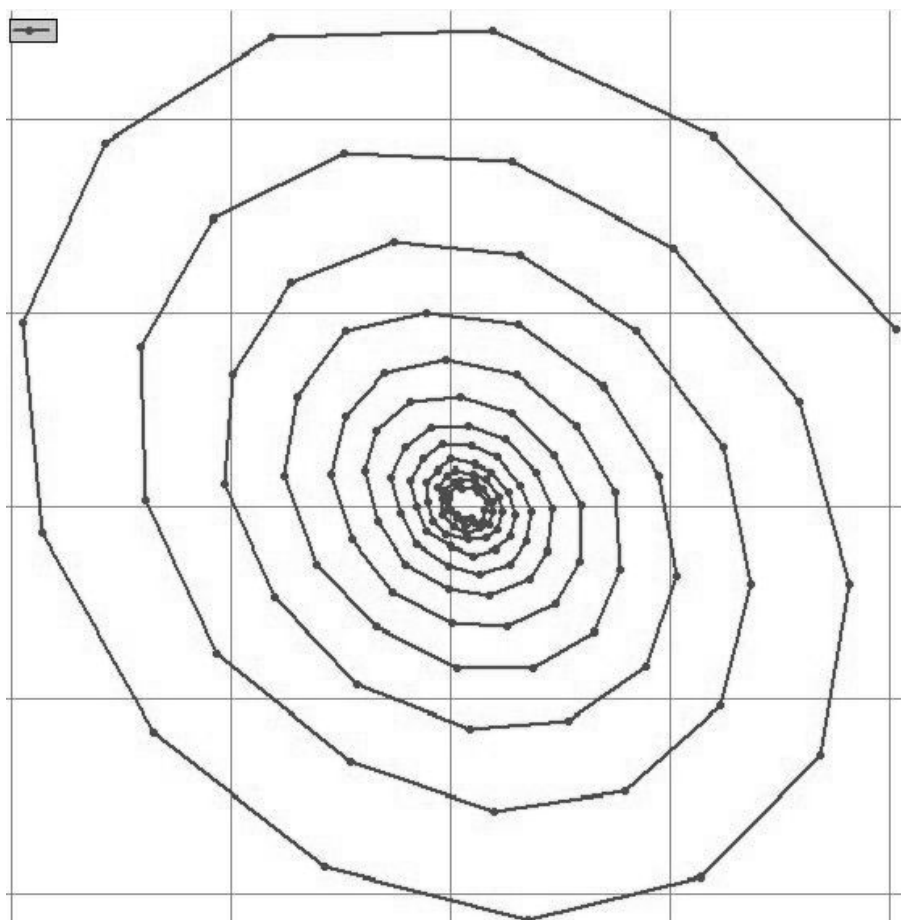

Рис. 4
Картину колебаний удобно представлять не только в координатах  $U, t$  (такая картина имеет вид затухающей синусоиды), но и в координатах  $\dot{U}$  и  $U$ , или, как говорят, в фазовой плоскости. В этих координатах кривая незатухающих колебаний ( $\delta=0$ ) имела бы вид окружности (при одинаковых амплитудах  $U$  и  $dU/dt$ ), а картина реальных колебаний изображается сворачивающейся спиралью (рис. 4). Доказательство этих утверждений мы предоставляем читателю.
10. При выборе вкладки «График U2(U1)» на экране появится фазовая диаграмма аналогичная приведенной на рис.4, в которой по оси абсцисс – напряжение на сопротивлении, а по оси ординат – напряжение на конденсаторе.